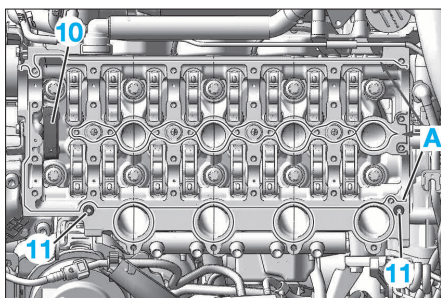

FIG. 67
- contrôler l'état du patin de chaîne (10) (le remplacer si nécessaire) et la présence des 2 goupilles (11) (Fig.67).